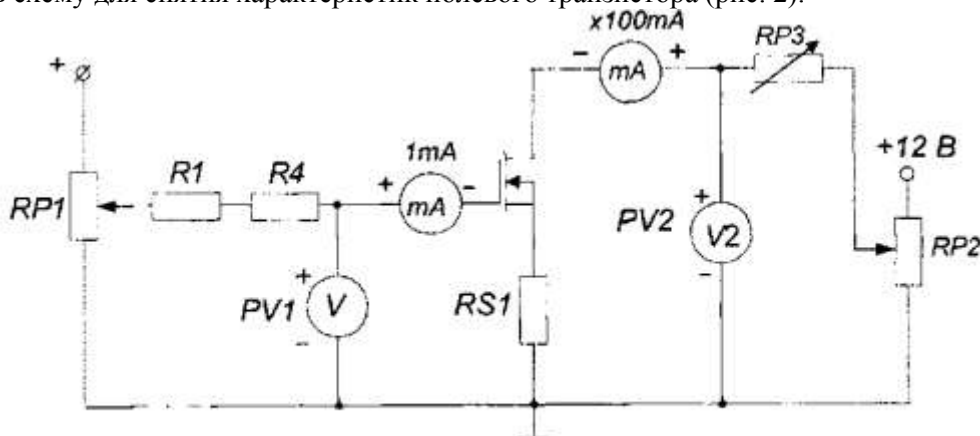

Рис.2 Схема для снятия сток-затворной характеристики полевого транзистора
- 1) Собрать схему для снятия характеристик полевого транзистора (рис. 2).
2) Снять стокзатворную характеристику $I_c = f(U_{зи})$ при постоянном напряжении на стоке U_c , используя схему на рис. 2. Экспериментальные точки записывать в таблицу и наносить на график. Изменяя напряжение на затворе от нуля до максимального значения при помощи потенциометра RP1, снять сток-затворную характеристику при RP3=150, RP2=3,5). При снятии характеристики убедитесь, что ток затвора I_z мал. На начальном участке характеристики точки снимать чаще.